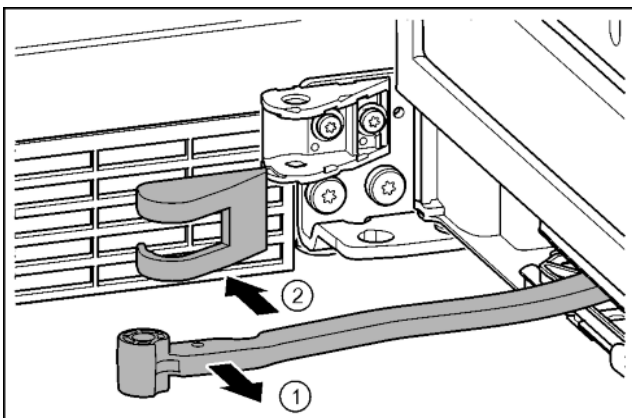

Fig. 20
► Завъртете шарнира в посока към вратата. Fig. 20 (1)
► Отстранете капака на лагерната стойка. Fig. 20 (2)